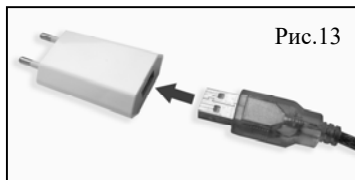

Рис.13
- Свободный разъем кабеля для зарядки аккумулятора подключите к USB-разъему зарядного устройства (7-рис1) - см. рис.13 и вставьте вилку зарядного устройства в стандартную розетку сетевого питания (110-240)В.